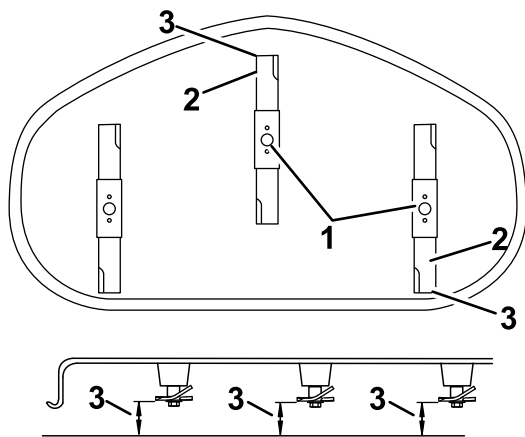

**図 64**
- 注意深くブレードを回転させて、ブレードを前後方向に向ける 図 64。
5. 前方のブレードの前端の刃先から平らな床面までの距離を測定する。同様に、後方のブレードの後端の刃先から平らな床面までの距離を測定する 図 65 または 図 64。